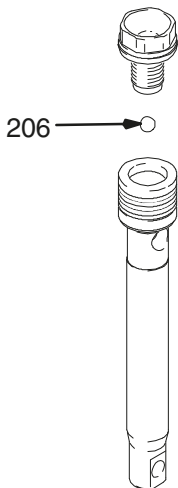

Fig. 10
Fig. 10. Installare la sfera (206) sulla biella del pistone. Se si applica Loctite® ai filetti della valvola del pistone, accertarsi di non contaminare la sfera con tale sigillante.